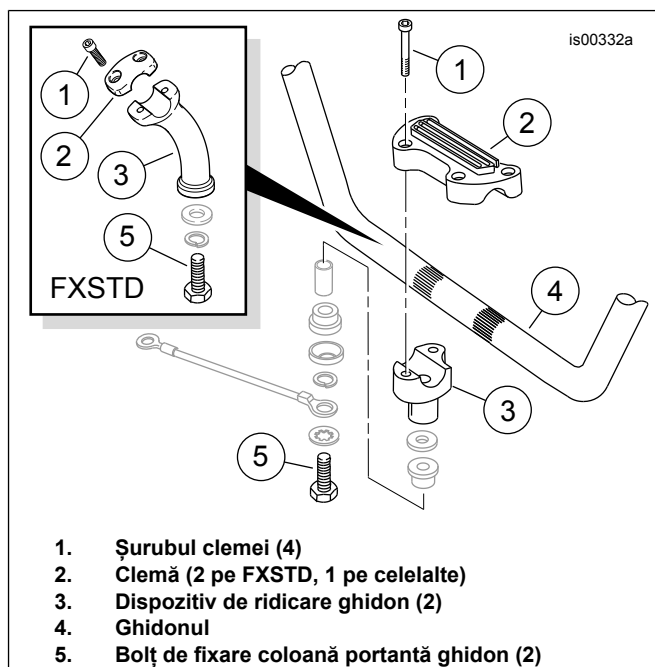
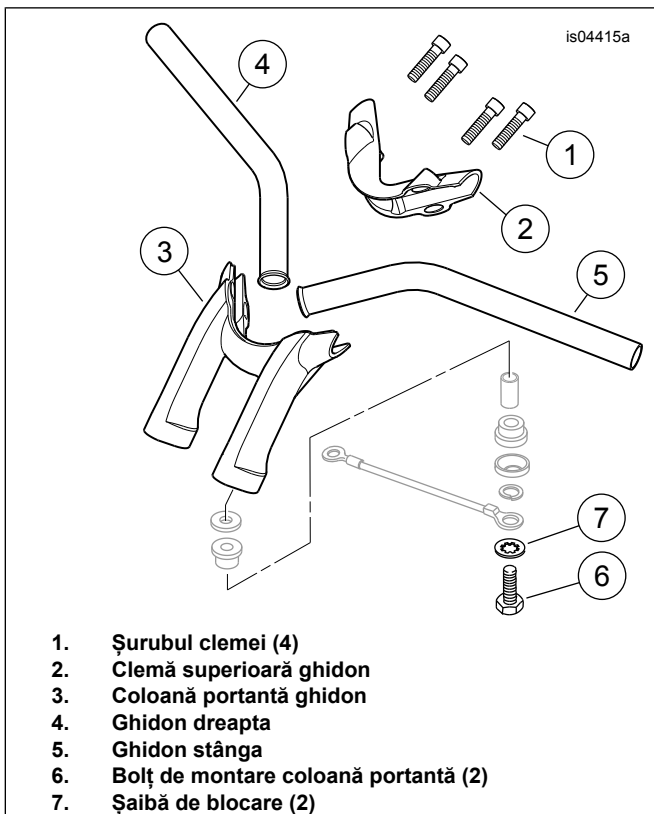

Figura 1. Cleme și dispozitive de ridicare a ghidonului (Modele Dyna și Softail)
Figura 2. Clemă ghidon și coloană portantă ghidon (Modele Rocker)
12. **Pentru toate modelele Dyna și Softail CU EXCEPȚIA Rocker (FXCW/C):** Consultați Figura 1. Scoateți și aruncați șuruburile (1), clema superioară (2) și ghidonul (4). **Pentru modelele Rocker (FXCW/C):** Consultați Figura 2. Scoateți și aruncați cele patru șuruburi cu cap de soclu hex (1) care fixează clema superioară a ghidonului (2) pe coloană (3). Îndepărtați și aruncați clema. Scoateți ghidonul (4 și 5) de pe motocicletă.
14. **Pentru toate modelele Dyna și Softail CU EXCEPȚIA Rocker (FXCW/C):** Consultați Figura 1. Scoateți cele două bolțuri de montare a coloanei portante (5) de sub suportul furcii superioare. Scoateți și aruncați coloanele portante ale ghidonului (3), dar păstrați componentele de izolare rămase pentru instalare ulterioară. **Pentru modelele Rocker (FXCW/C):** Consultați Figura 2. Scoateți și aruncați cele două bolțuri de montare a coloanei portante (6) și șaibele de blocare (7) de sub suportul furcii superioare. Scoateți și aruncați coloana portantă a ghidonului (3), dar păstrați componentele de izolare rămase pentru instalare ulterioară. **Pentru toate modelele Dyna și Softail:** Treceți la "CABLAJ INTERN GHIDON NOU".